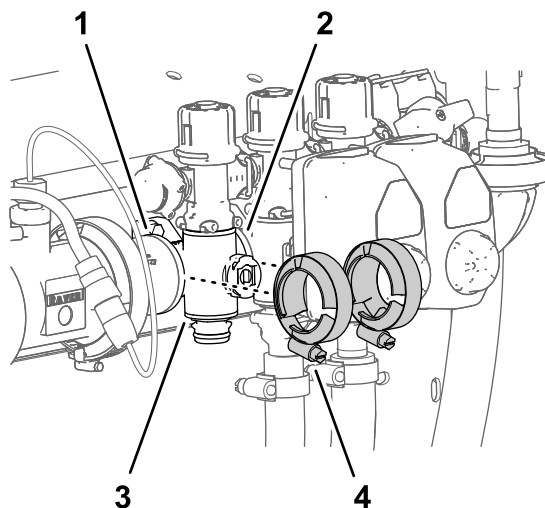

Figura 111
3. Rimuovete i 2 morsetti flangiati che fissano la valvola del collettore della sezione alle flange dei componenti vicini (Figura 111).